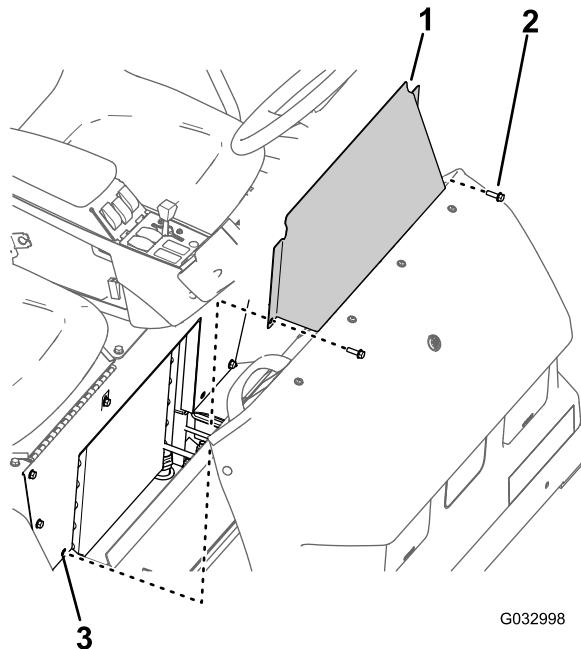

図 57
1. シートベースアクセスパネルを座席ベースに固定しているフランジヘッドボルト2本を取り外す図 57。
2. 機体からシートベースアクセスパネルを外す図 57。
1. シートベースアクセスパネルの穴を座席ベースの穴に合わせる図 57。
2. シートベースアクセスパネルを座席ベースに固定する図 57 1 シートベースアクセスパネルを外す(ページ 48)で外したフランジヘッドボルト2本を使用する。